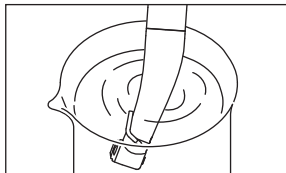

Fig. 11
- 3) (Uniquement pour la X-SG20L / SG20) Plongez environ 20 mm de la tête de la pièce à main dans l'eau, faites tourner la pièce à main pendant environ 15 secondes tout en changeant le sens de rotation d'avant/arrière. (Fig. 11)